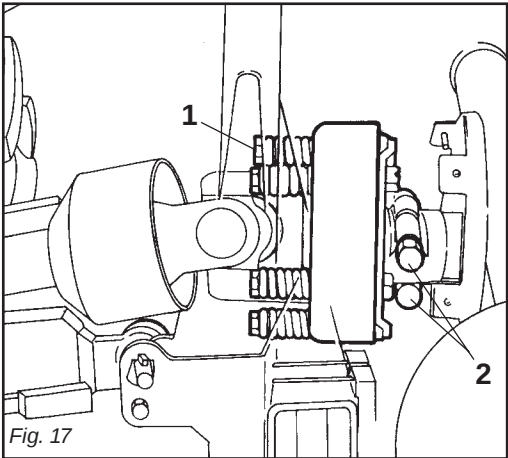

Fig. 17
Se slitta troppo facilmente (surriscaldandosi) è necessario avvitare uniformemente tutti i dadi (1 Fig. 17) che stringono le molle. Qualora l'albero cardanico fornito abbia il mozzo con bloccaggio a bulloni (2 Fig. 17), assicurarsi che questi siano serrati con forza.
Se la frizione non slitta, svitare uniformemente tutti i dadi (1 Fig. 17) che fissano le molle.
*If it slips too easily (and overheats), it will be necessary to evenly tighten all the nuts (1 Fig. 17) that retain the springs.
If the supplied cardan shaft has a bolt-locked hub (2 Fig. 17), check that these bolts are fully tightened.*
*If the clutch does not slip, evenly unscrew all the spring fixing nuts (1 Fig. 17).
*Lorsqu'il patine facilement (en se surchauffant) il faut visser de manière uniforme tous les écrous (1 Fig. 17) de serrage des ressorts.
Si le moyeu de l'arbre à cardans dispose d'un blocage par boulons (2 Fig. 17), assurez-vous que ces derniers sont bien serrés.*
*Si l'embrayage ne patine pas, dévissez de manière uniforme tous les écrous (1 Fig. 17) de fixation des ressorts.
Wenn die Kupplung zu schnell schlupft (Überhitzung), muß man alle Muttern (1 Abb. 17), die die Federn spannen, noch weiter anziehen. Sollte die mit dem Gerät gelieferte Gelenkwelle eine mit Schraubbolzen blockierte Nabe (2 Abb. 17) haben, sicherstellen, daß diese angezogen sind.
Wenn die Kupplung nicht schlupft, alle Muttern (1 Abb. 17), die die Federn spannen, gleichmäßig lockern. Alle Muttern um eine Umdrehung losschrauben und die Kupplung nach 300 Metern Fahrstrecke prüfen.
Si patina muy fácilmente (recalentándose) es necesario ajustar uniformemente todas las tuercas (1 Fig. 17) que apretan en el resorte.
Si el árbol cardánico tiene el cubo con bloqueo de bulones (2 Fig. 17), controlar que estos últimos estén bien ajustados.
Si el embrague no patina, aflojar uniformemente todas las tuercas (1 Fig. 17) que fijan el resorte.